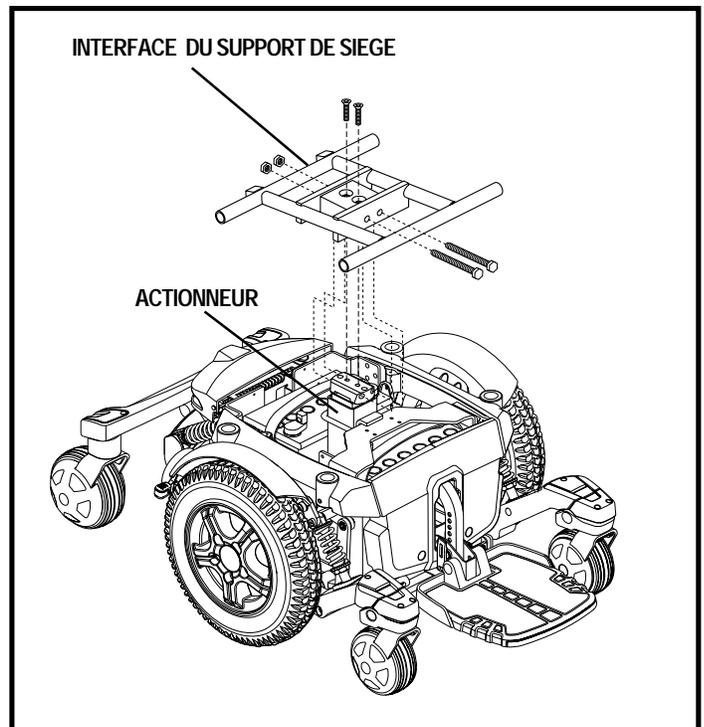

Figure 14. Actionneur du siège électrique élévateur
1. Alignez le siège avec le réceptacle de l'actionneur. Voir la figure 14.